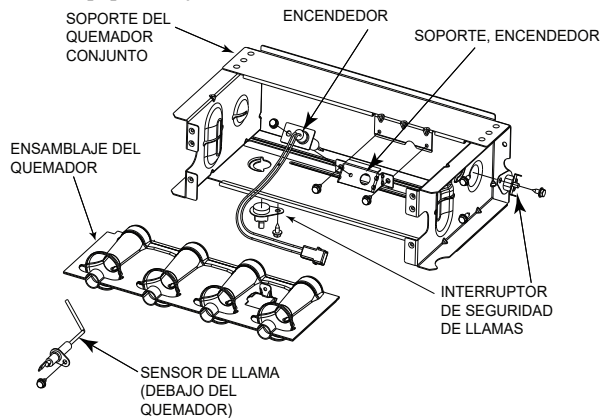
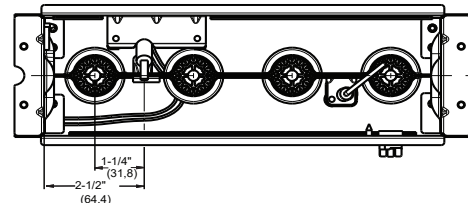
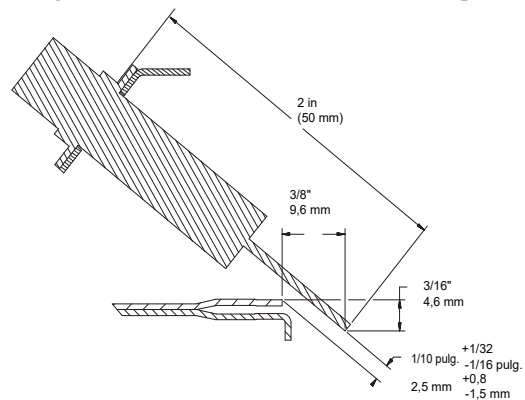

Fig. 67 – Conjunto del quemador
Fig. 68 – Posición del encendedor: vista superior
Fig. 69 – Posición del encendedor: vista lateral
Consulte la Fig. 67.
8. Verifique la alineación de la ignición. Consulte Fig. 67, Fig. 68 y Fig. 69.
El encendedor **NO** necesita una inspección anual. Revise la resistencia antes de sacar la ignición. Consulte Fig. 67, Fig. 68 y Fig. 69.
- a. Con la ayuda de un destornillador de 1/4 in, quite los dos tornillos que sujetan el soporte de montaje del encendedor al conjunto del quemador; consulte la Fig. 67.
7. Vuelva a conectar el mazo de la ignición a la ignición y enderece los cables de ignición para asegurar que no se ejerza tensión sobre la ignición. Consulte la Fig. 67.